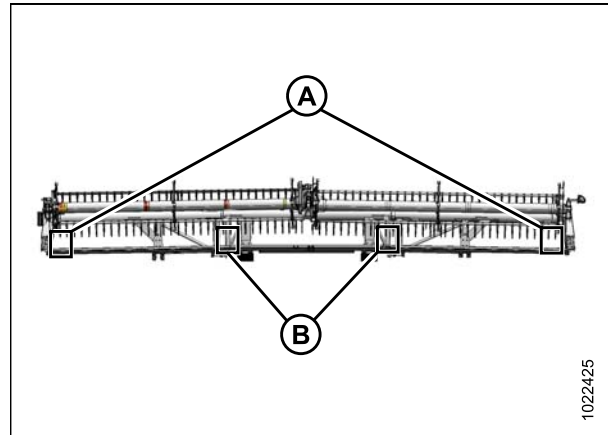

Figure 6.54: Emplacements de mesure de la plateforme Flex
- Mesurez l'écartement (X) à tous les points de contact possibles (entre les points [C] et [D] aux extrémités de chaque rabatteur [A] et aux emplacements de flexion [B]) comme indiqué dans les Figure 6.54, page 134.